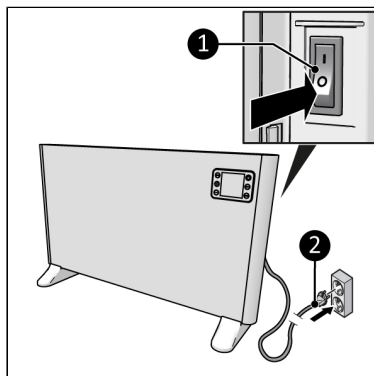

Figura 15
2. Asigurați-vă că comutatorul PORNIT/OPRIT este în poziția Oprit (Figura 15, poz. 1).
3. Introduceți ștecherul (Figura 15, poz. 2) într-o priză de perete cu împământare, ușor accesibilă. Utilizați o priză de perete cu împământare și o putere minimă de 2500 de wați.